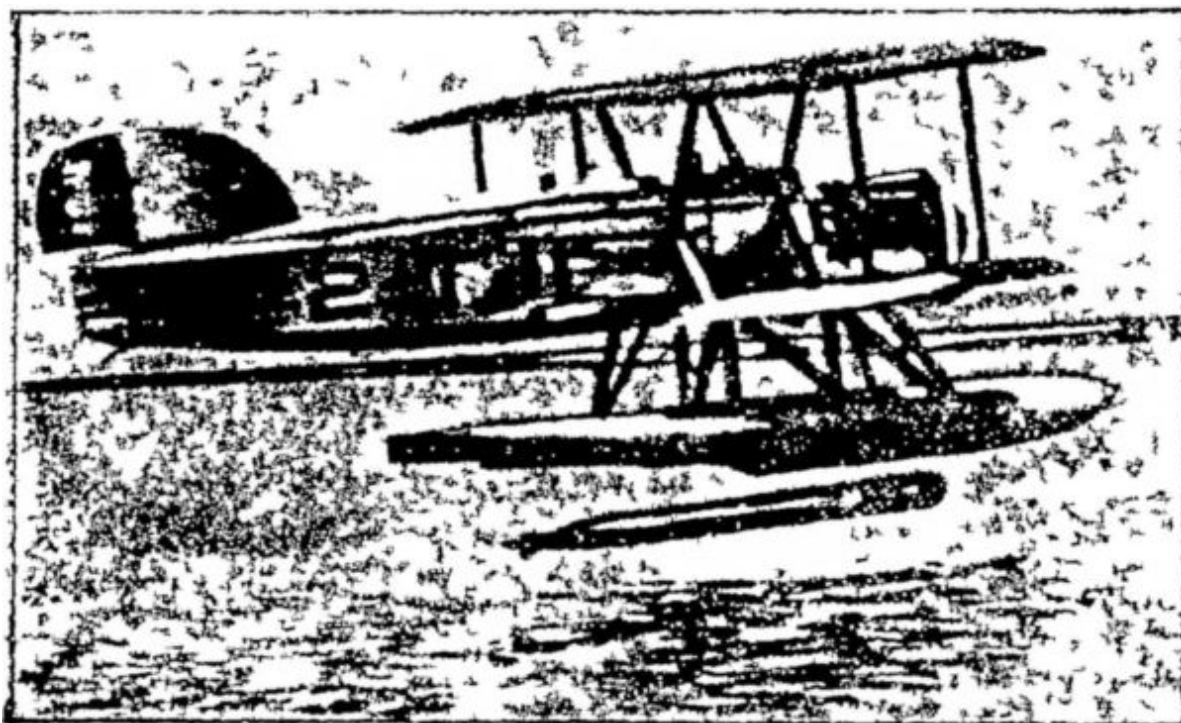

Рис. 24. Гидросамолет-миноносец в момент сбрасывания мины.
*Самолет-торпедоносец* несет под фюзеляжем самодвижущуюся мину. Подлетая к вражескому судну, он сбрасывает мину, которая в воде уже сама движется по направлению к судну, если конечно она правильно была направлена (рис. 24).